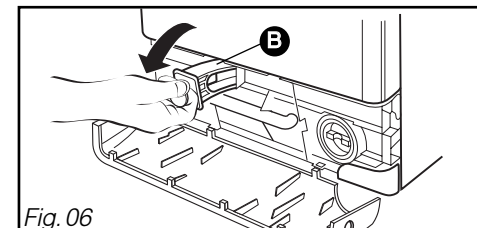

Fig. 06
- Retirez la bride "avant" (Fig. 06).